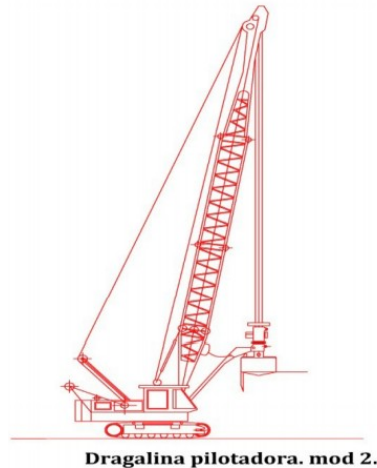

Figura 1
1. Indicar qué tipo de habilitación es necesario para manejar la grúa que aparece en la figura 1: